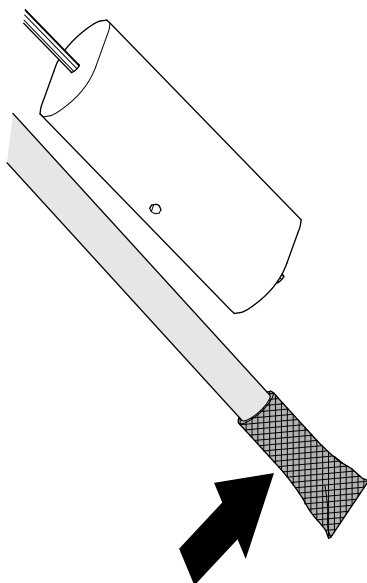

Figura 92
1. Limpie el filtro del extremo del tubo de aspiración de combustible (Figura 92).